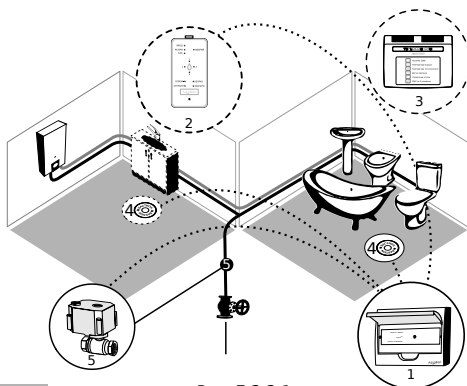

Рис. 7.2.2.1
Конфигурация: модуль управления (1), датчики протечки (4), краны с электроприводом (5) (опционно - выносной пульт управления (2), GSM-информатор (3)). Кран (5) с электроприводом устанавливается, как показано на рис. 7.2.2.1. Датчики протечки (4) устанавливаются на полу в местах возможного скопления воды при авариях и протечках (в санузлах, на кухне, под раковинами, унитазами и т. п.). При подаче питания модуль управления переходит в режим «ЗАКРЫТО» при этом кран (5) будет перекрыт. Нажатием кнопки модуль управления перейдет в режим «ОТКРЫТО», и кран (5) откроется. Используемые группы подключения кранов - КРАН 1 (для ввода).